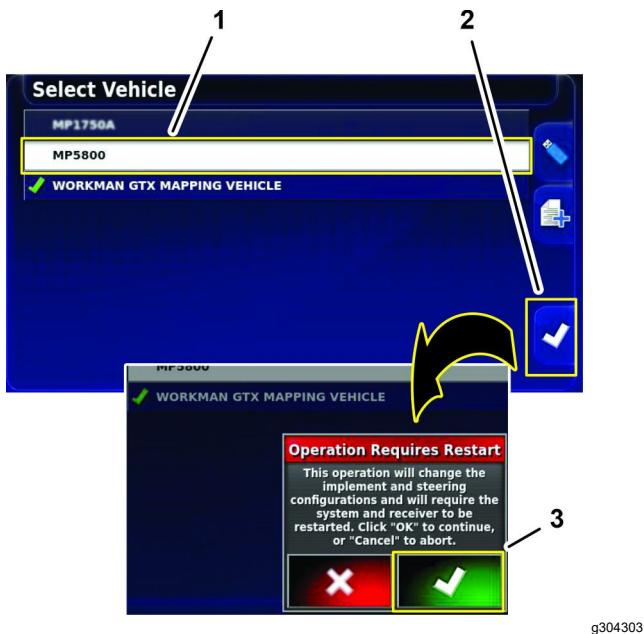

Figure 203
2. Appuyez sur l'icône du pulvérisateur, puis sur l'icône Sélectionner (Figure 203).
3. Dans la boîte de dialogue Redémarrage obligatoire, appuyez sur l'icône de confirmation (Figure 203).